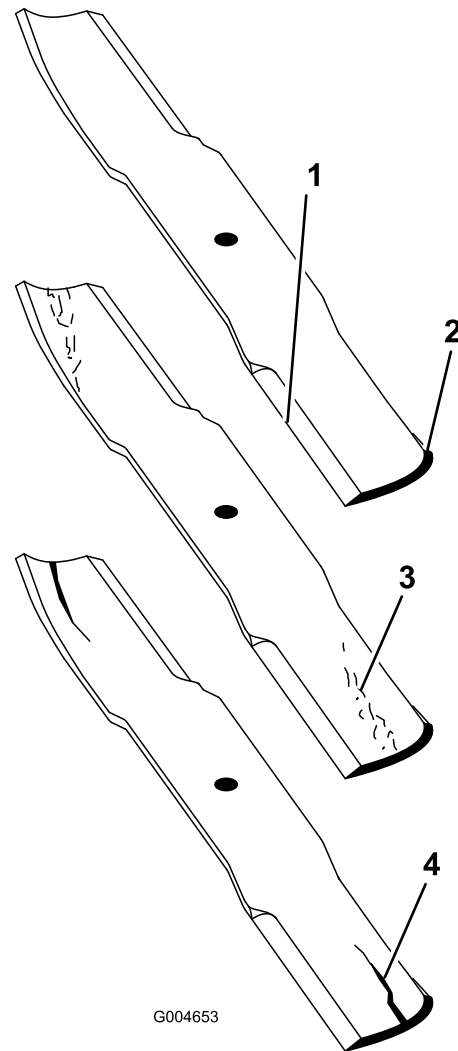

Figura 91
2. Examine cuidadosamente los extremos de corte de la cuchilla, sobre todo en el punto de reunión entre la parte plana y la parte curva de la cuchilla (Figura 91).
Nota: Puesto que la arena y cualquier material abrasivo pueden desgastar el metal que conecta las partes curva y plana de la cuchilla, compruebe la cuchilla antes de utilizar el cortacésped. Si la cuchilla está desgastada (Figura 91), cámbiela.